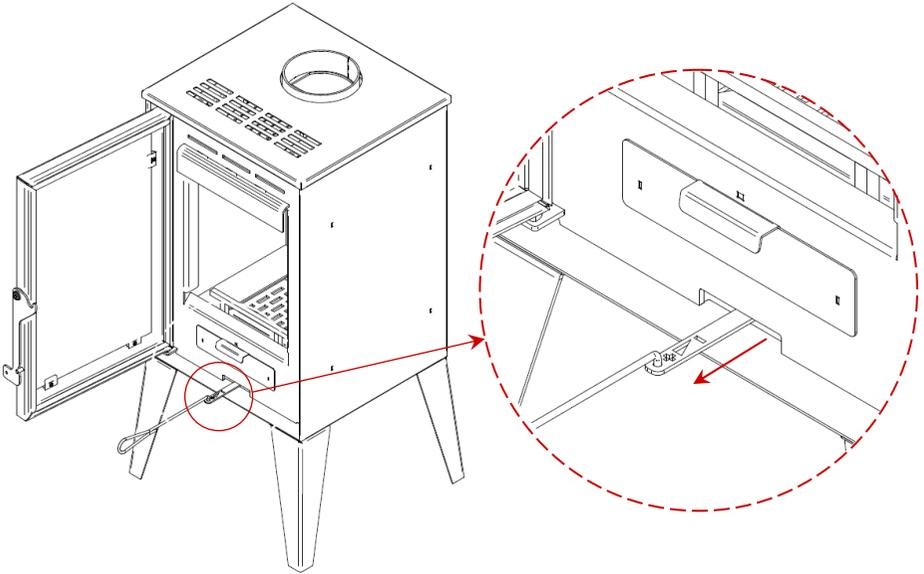

Figura 20 - Regulador de ar na posição de ar primário aberto
Na Figura 20, está indicado o regulador de ar de combustão. Este controla a quantidade de ar que entra na salamandra, controlando assim a queima do combustível.
- O ar primário deve estar aberto durante o arranque, até que a lenha esteja bem ateada, isto é, regulador todo na posição (+), Figura 20.